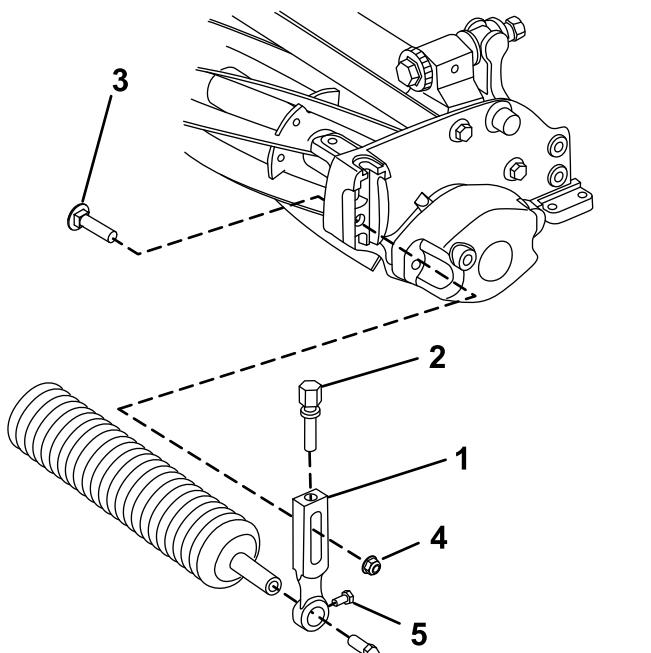

Рисунок 3
1. Отверните несущий болт и фланцевую контргайку, крепящие один из рычагов высоты скашивания к боковой плите режущего блока (Рисунок 3).
2. Ослабьте винты крепления валика в рычагах высоты скашивания (Рисунок 3).
3. Вставьте валик в рычаг высоты скашивания на противоположной стороне режущего блока (Рисунок 3).
4. Наденьте рычаг высоты скашивания на ось валика (Рисунок 3).
5. Не затягивая, зафиксируйте валик в режущем блоке с помощью рычага высоты скашивания и ранее снятых деталей крепления (Рисунок 3).
7. Затяните винты крепления валика (Рисунок 3).